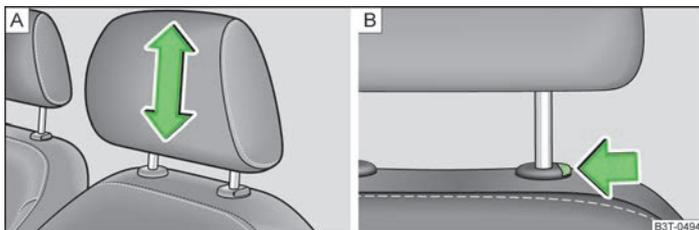

Abb. 58 Kopfstütze: Einstellen / Ausbauen
- › Die Kopfstütze seitlich mit beiden Händen anfassen und diese je nach Wunsch nach oben schieben » Abb. 58 - .
- › Möchte man die Kopfstütze nach unten verschieben, dann die Sicherungstaste » Abb. 58 -  mit einer Hand drücken und gedrückt halten, und mit der anderen Hand die Kopfstütze nach unten drücken.
- › Die Sicherungstaste in Pfeilrichtung drücken » Abb. 58 -  und die Kopfstütze herausziehen.